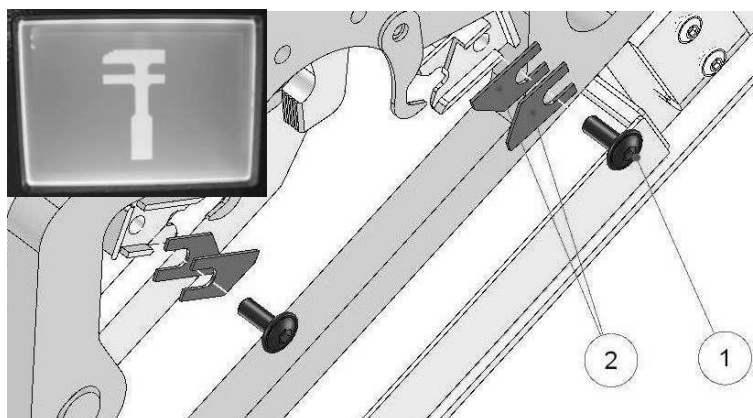

Fig. 19: Sustitución de la cuchilla pelacables
- Extraer los tornillos (cf. fig. 19, pos. 1).
- Sustituir cuchillas (cf. fig. 19, pos. 2).